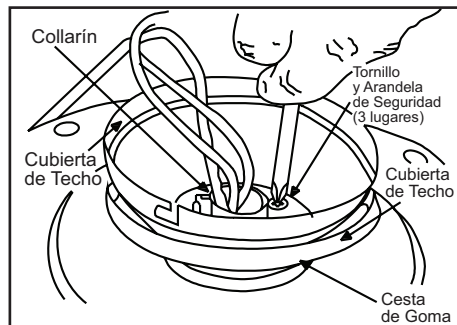

Figura 11
5. Coloca la junta de goma sobre los otros tres tornillos, inserta los cables que salen por la parte superior del motor del ventilador a través de la cubierta sobre el collarín ubicado en la parte superior del motor (Figura 11).
tornillos y arandelas de seguridad retirados en el paso 4 (Figura 11).